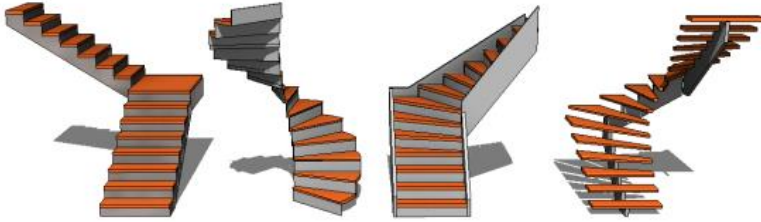
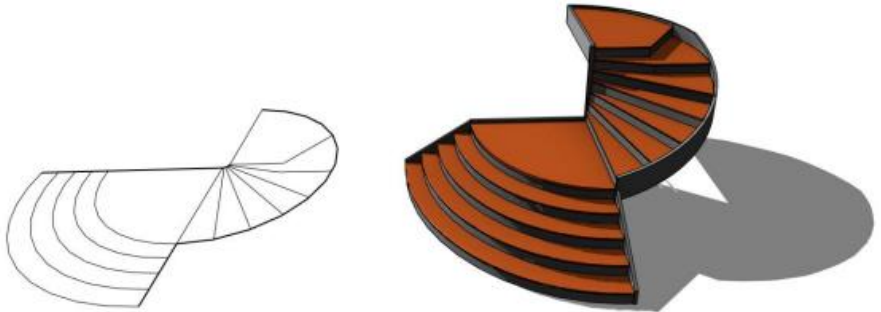

Рисунок 9.1 - Сходи по компоненту. Монолітна з «Прямыми» прольотами. Змонтовані - «Гвинтові», «Г і П-подібна» (забіжні ступені)
Рисунок 9.2 - Приклад побудови сходів «за ескізом»
Тятива (рис. 9.1 С) - несуча опорна конструкція сходів, до боку якої торцями кріпляться ступені (в пази, на куточках, на зварюванні).
Косоур (рис. 9.1 D) - несуча конструкція сходового маршру, у вигляді балки з «гребінкою» по верху, на яку зверху накладають ся / кріпляться ступені.
Забіжні щаблі (рис. 9.1 С, D) - ступені, що розходяться в'ялом на ділянці повороту сходів. Використовуються для економії простору (замість проміжних майданчиків) або виходячи з архітектурноестетических міркувань. Обмеження на кількість і кут повороту - забезпечення оптимальної ширини ступенів по лінії підйому.
(Рис. 9.2 А), «Гвинтовий» (рис. 9.1 В) і «Г / П-образної» (рис. 9.2 С, D) - з забіжними ступенями. У «Властивості» прольоту з «забіжними ступенями» можна вказати кількість «паралельних ліній проступи на початку / кінці». У режимі побудови «за ескізом» можна задати нестандартну форму кордонів і сходами прольоту.
2.   Команда «Драбина За ескізом» (вкладка «Архітектура», панель «Рух»). Дозволяє побудувати всі сходи за ескізом (рис. 9.2);
УВАГА! Для сходів «за ескізом» з довільною геометрією ступенів (рис. 9.2) не рекомендується використовувати «монолітні»